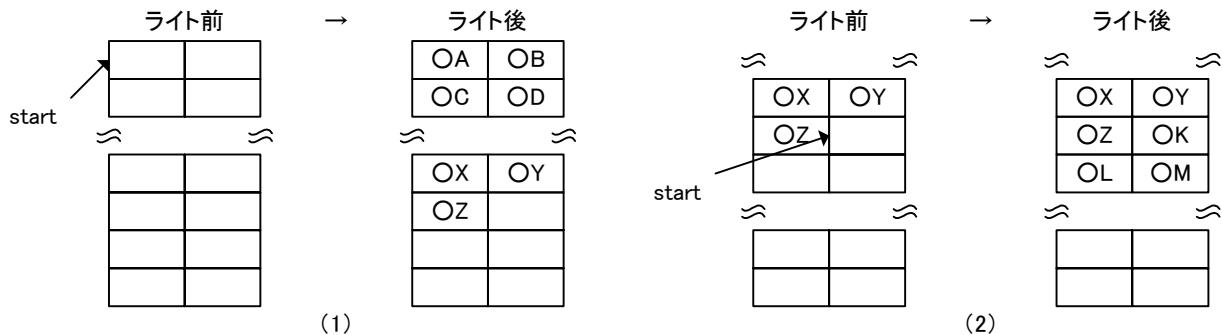

Figure A2.6.22 FIFO ライト処理（正常動作）
EPnControl.EP0FIFO_Clr ビットや EPrFIFO_Clr.EPx{x=a-h}FIFO_Clr ビットをセットする等行って、バイト境界の存在しない状態からワード書き込みを行い、奇数データが存在する場合は、連続するデータの最終バイト（データ Z）のみ High 側に書き込んで下さい。この状態を Figure A2.6.22 の (1) に示します。USB 等からはデータ A, B, C, D, … X, Y, Z の順に出力されます。
FIFO にバイト境界がある状態から書き込みを行う場合は、最初に Low 側にデータを書き込み（データ K の書き込み）、バイト境界を解消した後、ワード書き込み（データ L, M）を行って下さい。この状態を Figure A2.6.22 の (2) に示します。